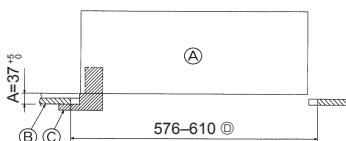

Rys. 5-1
5.1. Sprawdzić akcesoria kratki (rys. 5-1)